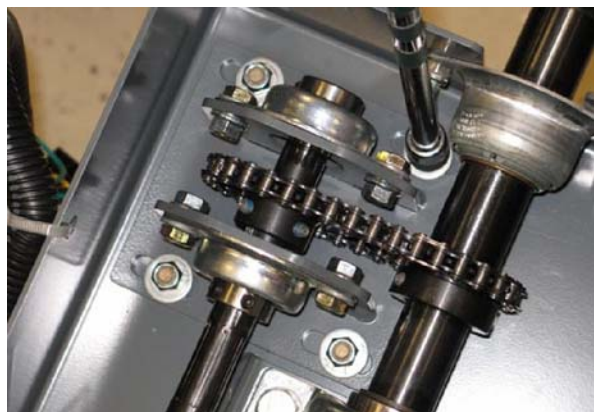

ABB. 24
20. Lösen Sie die Kleinteile zur Befestigung des Stützplattengehäuses am Lenkkanal. (Abb. 24)